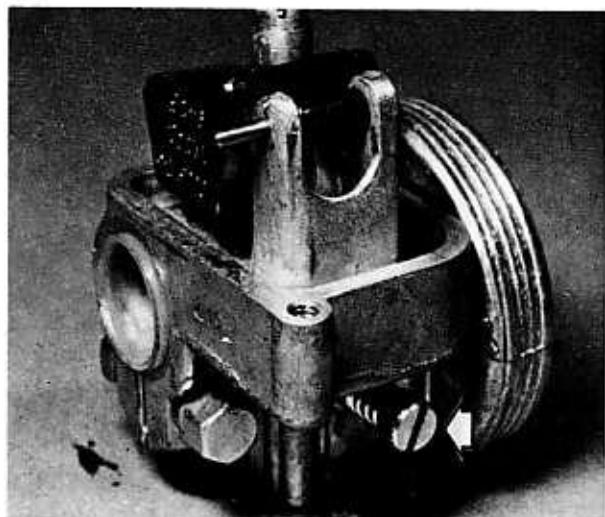

Bild 90
- Der Vergaser wird in der umgekehrten Reihenfolge wieder zusammengesetzt, wobei auf grösste Sauberkeit zu achten ist (Bild 90). Vor dem Einsetzen soll der Schieber mit Maschinenöl geschmiert werden (Bilder 91, 92).